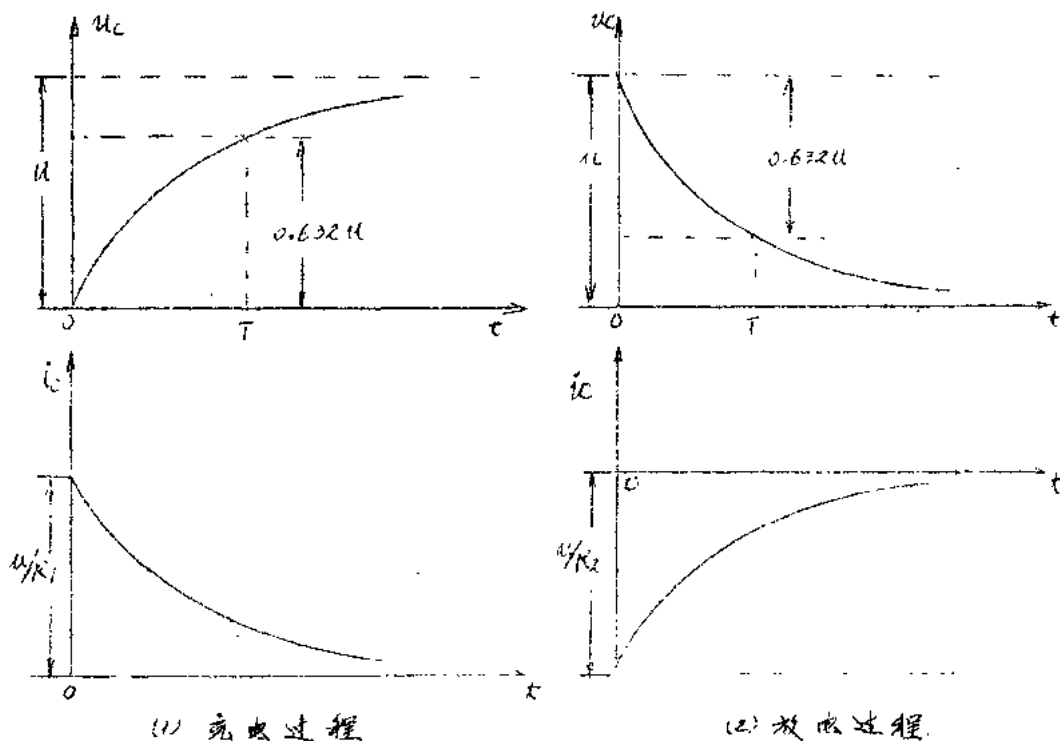

图 1.8
当  $K_1$  合上后，电容器  $C$  充电；打开  $K_1$  合上  $K_2$ ，电容器  $C$  放电。在充放电过程中电容器上的电压  $U_C$  和电路中的电流  $i_C$  对时间变化的规律如图 1.8 (1)、图 1.8 (2)。